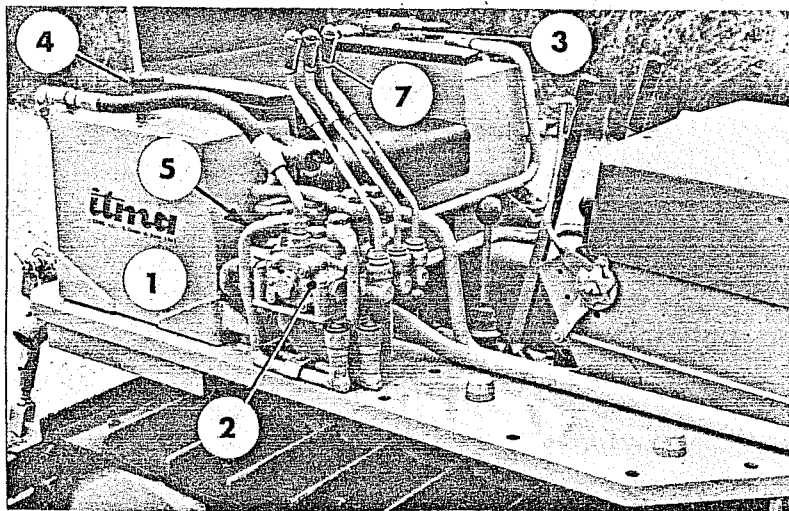

Fig. 6
- un serbatoio dell'olio ( 1 fig. 6 ) di grande capacità -
- un filtro dell'olio ( 3 fig. 6 ) allo scarico -
- un distributore idraulico ( 2 fig. 6 ) a tre elementi con valvola di massima pressione tarata a 140 atm. -
- Azionando la leva n° 7 ( fig. 6 ) del distributore si comandano i bracci del sollevatore idraulico. Le quattro posizioni della leva consentono:
- 4-Il livello dell'olio nel serbatoio dell'impianto idraulico deve risultare compreso fra le due tacche dell'asta ( 4 fig 6 ).
### 8.5 -SOLLEVATORE IDRAULICO (FIG. 6 e 11)
Controllare il livello dell'olio ogni 150 ore di lavoro con l'apposito tappo munito di asta livello (4 fig.6) ed eventualmente aggiungere olio.
Ogni 30 ORE DI LAVORO smontare il filtro dell'olio (3 fig. 6), lavandolo con petrolio pulito e soffiandolo con aria compressa in modo da rimuovere sia le impurità, sia ogni traccia di petrolio di lavaggio.